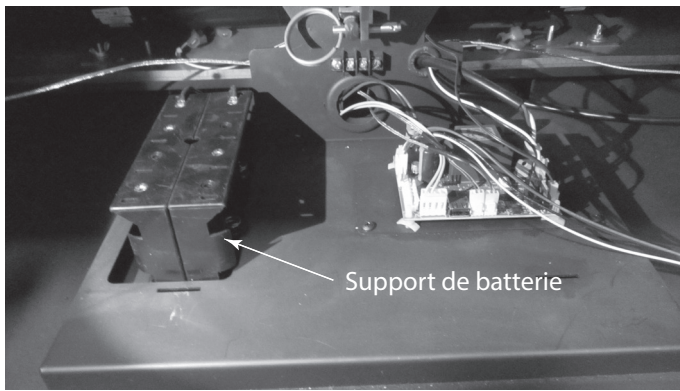

Figure 3.20 Installer les batteries
3. Installez les piles. Voir la figure 3.20